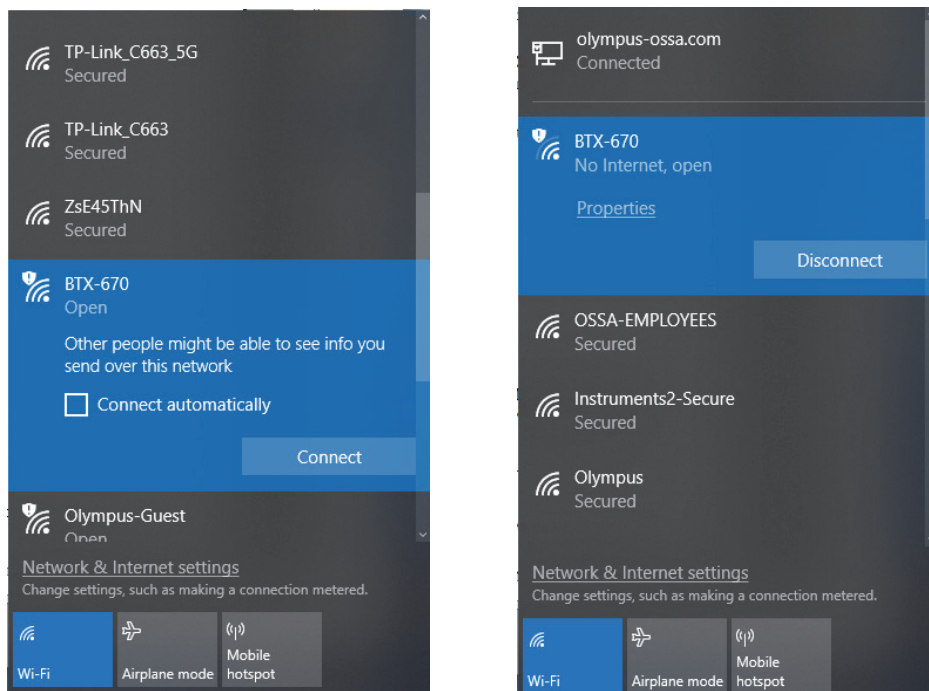

Figura 4-8 Rete BTX III selezionata (a sinistra) e collegata (a destra)
2. Collegare il computer al BTX III (vedi Figura 4-8 a pagina 68).